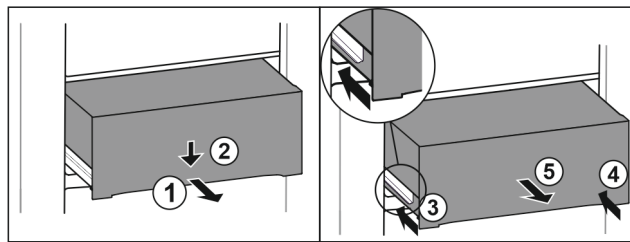

Fig. 64
- ▶ Изтеглете чекмеджето наполовина. Fig. 64 (1)
- ▶ Натиснете надолу чекмеджето от предната страна. Fig. 64 (2)
- ▶ Вкарайте лявата релса приблизително 2 cm навътре. Fig. 64 (3)
- ▶ Вкарайте дясната релса приблизително 2 cm навътре. Fig. 64 (4)
- ▶ Извадете чекмеджето напред. Fig. 64 (5)